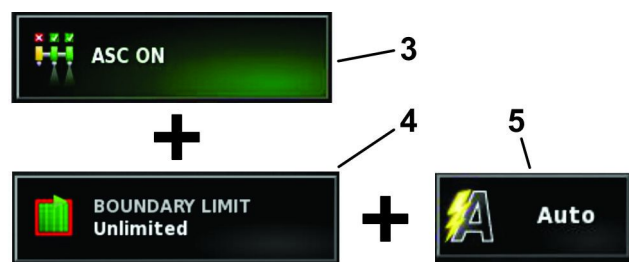

Figura 23
1. Selecione o ícone de Configuração de controlo de auto-seleção e o ícone do Controlador do pulverizador (Figura 23).
2. Selecione o ícone ASC para a posição LIGAR, selecione o limite de campo para a posição ILIMITADO e selecione o controlo da taxa para a posição AUTO (Figura 23).